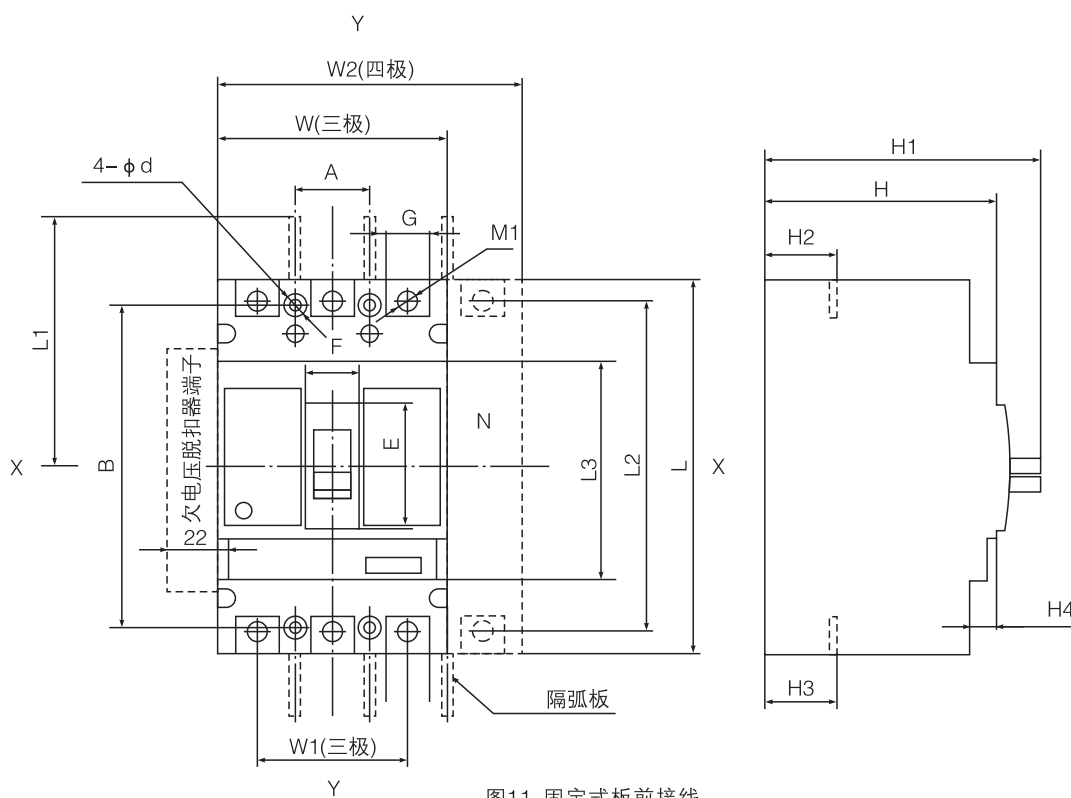

图11 固定式板前接线
1) 板前接线外形尺寸见图11和表9(X-X、Y-Y为三极断路器中心)